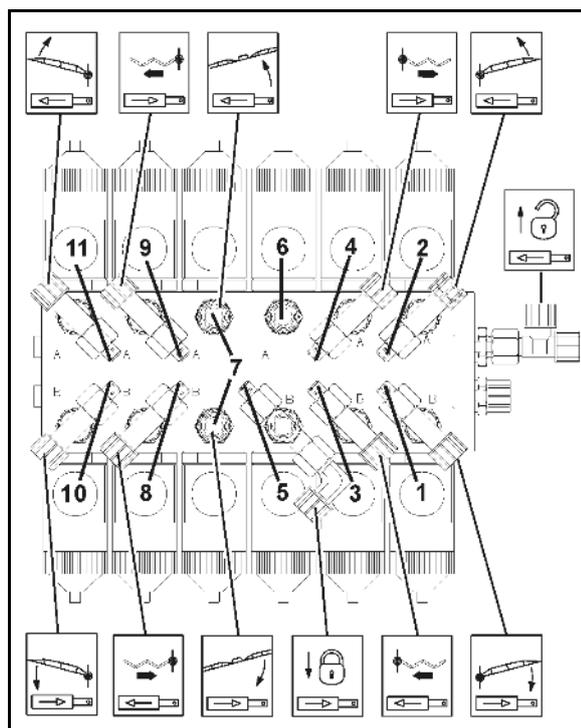

Fig. 196
1. Desenroscar la campana (Fig. 196/1) del techo de la cabina.